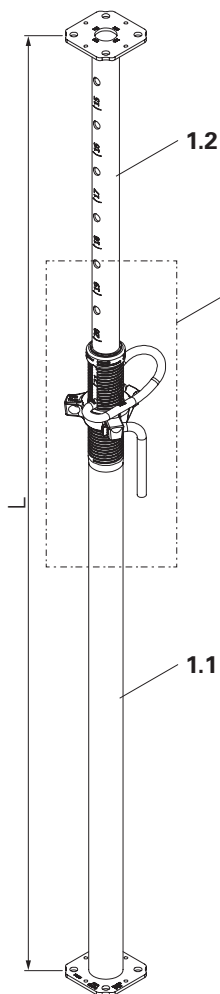
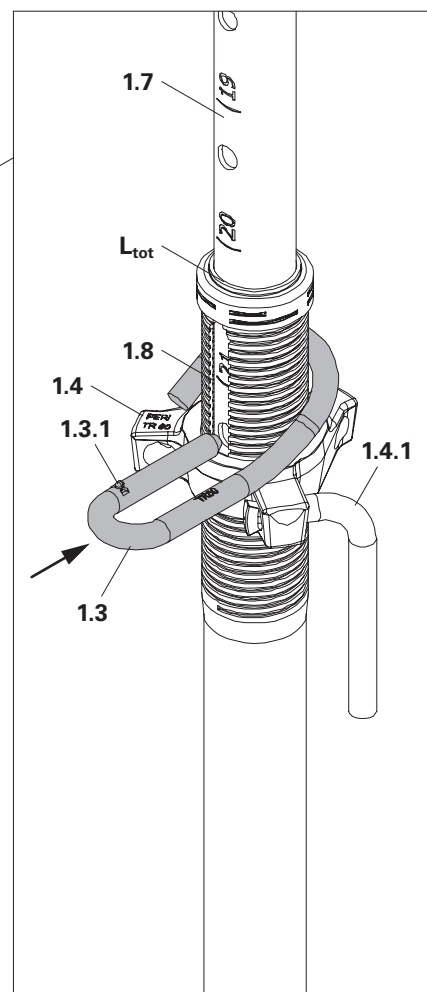

Fig. A1.01
Fig. A1.01a
1. Estendere il tubo interno (1.2) del puntello per solai (1) fino alla tacca di altezza (1.7) desiderata. (Fig. A1.01 + Fig. A1.01a)
2. Ruotare il tubo interno (1.2) in modo che sia visibile il foro asolato (1.8) del tubo esterno (1.1). (Fig. A1.01 + Fig. A1.01a)
→ Il tubo interno (1.2) è fissato. (Fig. A1.01a)
4. Ruotare la ghiera (1.4) afferrandola con la maniglia (1.4.1) fino alla misura richiesta. (Fig. A1.01a)